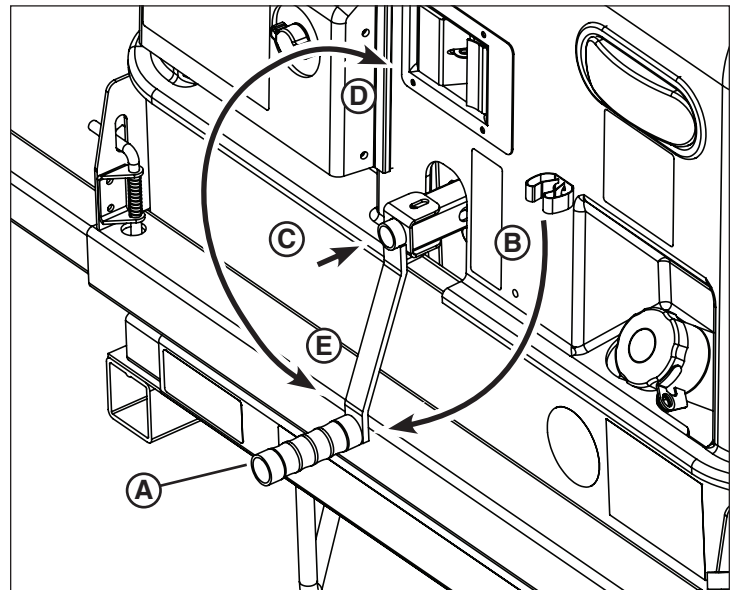

Figura 18
- Gire la manivela del cabrestante (A, Figura 18) hacia fuera desde la posición de transporte (B) a la posición de funcionamiento.
- Gire la manivela del cabrestante en el sentido horario (D, Figura 18) hasta que la torre está completamente elevada. No gire la manivela en exceso.
- Gire la manivela del cabrestante en el sentido antihorario (E, Figura 18) hasta que la torre haya bajado completamente. No gire la manivela en exceso.